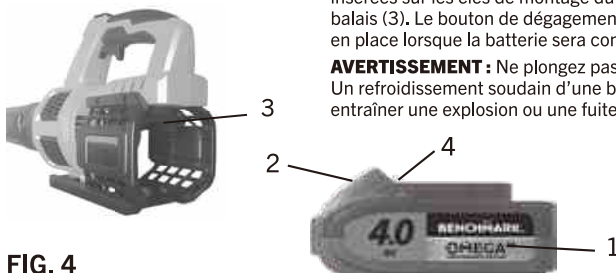

FIG. 4
- Retirez la batterie déchargée (1) du souffleur axial sans balais en appuyant sur le bouton de dégagement de la batterie (2) et en faisant glisser la batterie vers l'arrière jusqu'à ce qu'elle soit dégagée du port du souffleur axial sans balais (3) (fig. 4).
- Faites glisser la batterie complètement chargée sur les clés correspondantes (4) dans le port du souffleur axial sans balais (3) à l'endroit où la batterie déchargée a été retirée.